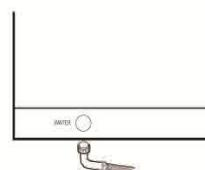

Abb. 6
- 4- Verbinden Sie das Elektroventil für die Wasserzufuhr mit dem Wasserversorgungshahn mithilfe des mitgelieferten biegsamen Rohrs. (Abb. 6) Jede Spülmaschine muss über einen Versorgungshahn verfügen.